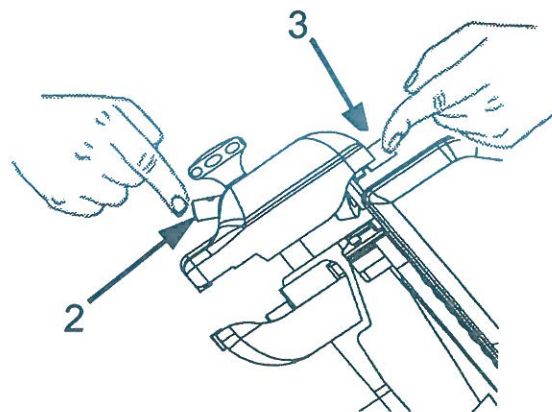

Abb. 48
7. gleichzeitig, für 3/4 Sek., die Druckknöpfe 2 und 3 drücken und beide gleichzeitig wieder loslassen (Abb. 48);